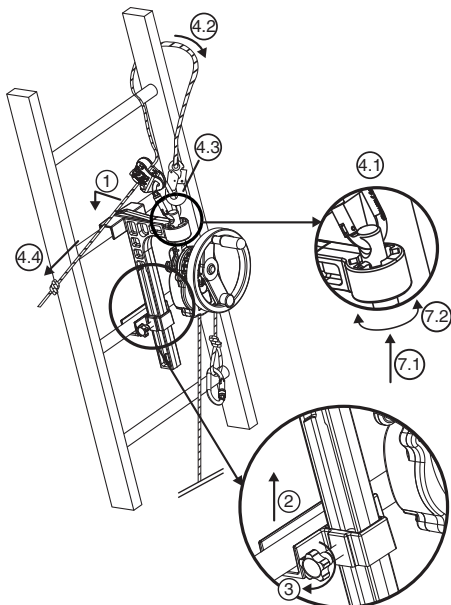

Fig. 6
6.3.2 DEROPE™ UP B apparat (Fig. 6)
1. Installer den store konsol, der kan fastlåses på stogens trin, i den valgte position for at foretage redningsaktionen over den person, der skal evakueres (fig. 6, 1).
2. Før blokeringsklodsen op til det trin, der er lige under trinnet, hvor den store konsol er sat fast (fig. 6, 2).
3. Fastspænd klodsens blokeringsakse ved hjælp af fastspændingshåndtaget på siden af konsollen (fig. 6, 3).
- Fastgør forbindelsesledet til justeringsanordningen LCM 05 i hullet øverst på tilkoblingsaksen (fig. 6, 4.1).
- For sikringslinen omkring det trin på stigen, som ligger umiddelbart ovenover konsollen, ved at føre den omkring en af stogens vanger (fig. 6, 4.2).
- Kobl sikringslinens forbindelsesled sammen med forbindelsesledet på indstillingsanordningen LCM 05 (fig. 6, 4.3).
- Stram sikringslinen ved at trække på den frie streng (fig. 6, 4.4).
7. Vend DEROPE™ apparat efter behov ved at ændre tilkoblingsaksens position i indekseringsanordningen (fig. 6, 7.1 – 7.2).